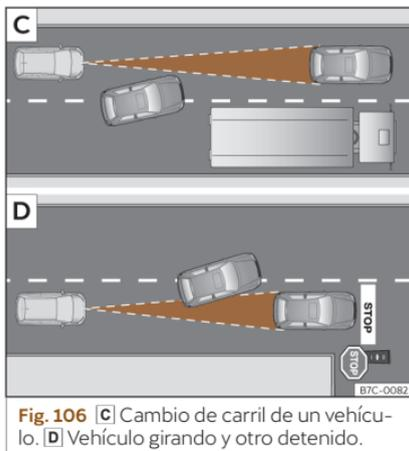

Fig. 106 [C] Cambio de carril de un vehículo. [D] Vehículo girando y otro detenido.
- Vehículos que cambien al carril por el que usted circula a poca distancia de su vehículo >>> fig. 106 [C].
El ACC puede no reaccionar ante vehículos detenidos. Si, p.ej., un vehículo detectado por el ACC gira o se aparta y delante del mismo se encuentra un vehículo detenido, el ACC no reaccionaría ante este último >>> fig. 106 [D].